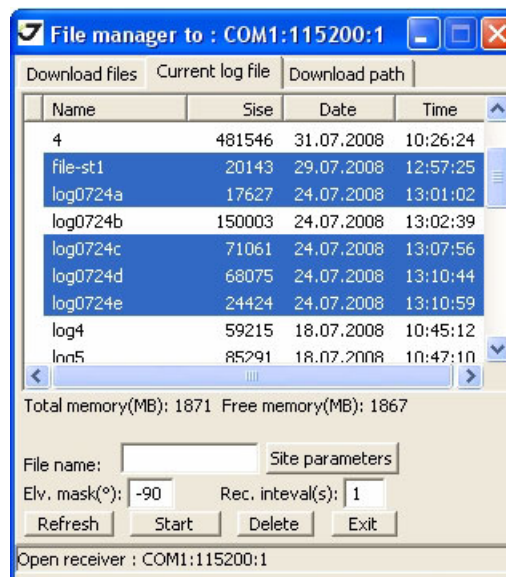

Рисунок 5-6. Закладка Current log files
3. Нажмите *File* ► *File Manager*, затем откройте закладку *Current log files* и выберите файлы, которые нужно удалить (Рисунок 5-6).
5. Нажмите *Delete* (Рисунок 5-6 на стр. 61).